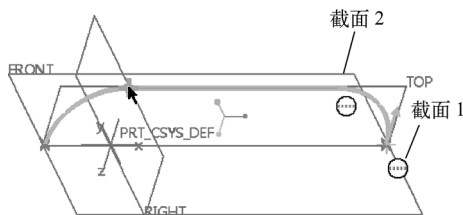

图 4-107 指定截面 3 的放置位置点
10) 在“截面”面板中单击“插入”按钮，确保在截面列表中选择“截面 3”，接着按〈Ctrl+D〉快捷键调整视角，并在图形窗口中单击图 4-107 所示的位置点（一圆弧与直线的交点）。